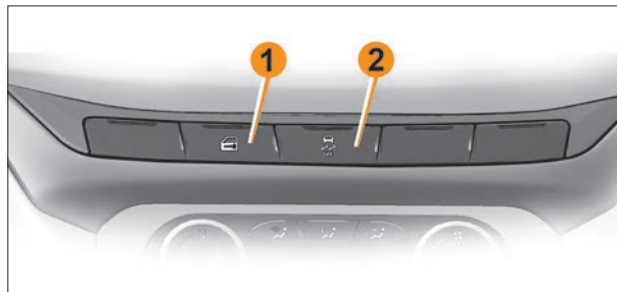

Рис. 3. Блок выключателей на панели приборов
Для блокировки замков дверей и включения режима охраны нажмите кнопку блокировки  на пульте. При этом произойдет блокировка замков дверей и включение режима охраны, что подтверждается **загоранием на некоторое время индикатора на кнопке 1 (см. рис. 3) и двукратным световым сигналом указателей поворота.**
– *Центральная блокировка/разблокировка замков дверей.* Для блокировки замков всех дверей из салона нажмите кнопку  на панели приборов, индикатор на кнопке **1** (рис. 3) загорится на некоторое время, затем погаснет. Если при нажатии кнопки  капот, багажник или одна из дверей были открыты, то двери обратно разблокируются. Закройте двери, капот, багажник, нажмите кнопку блокировки , все двери заблокируются. Разблокировка замков боковых дверей происходит при открывании со стороны салона любой передней двери.
При заведенном двигателе нажмите кнопку центрального замка  на панели приборов **1** (рис. 3) и удерживайте ее в течение пяти секунд. Сразу после нажатия кнопки загорится светодиод, двери заблокируются. Заглушите двигатель. Функция активирована.
При заведенном двигателе нажмите кнопку центрального замка  на панели приборов **1** (рис. 3) и удерживайте ее в течение пяти секунд. Функция отключена.